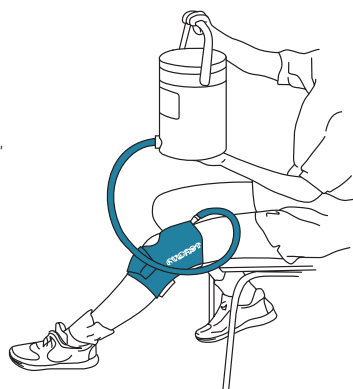

Figura 3
3. Llene y presurice Cryo/Cuff (Figura 3)